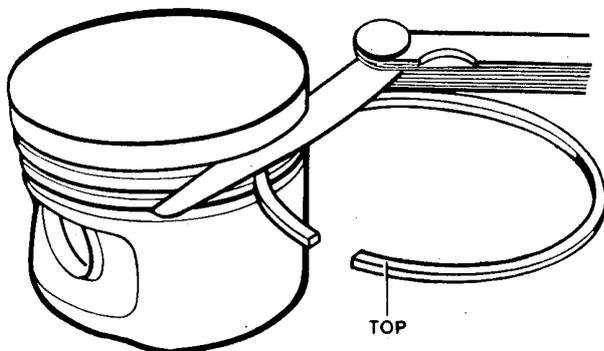
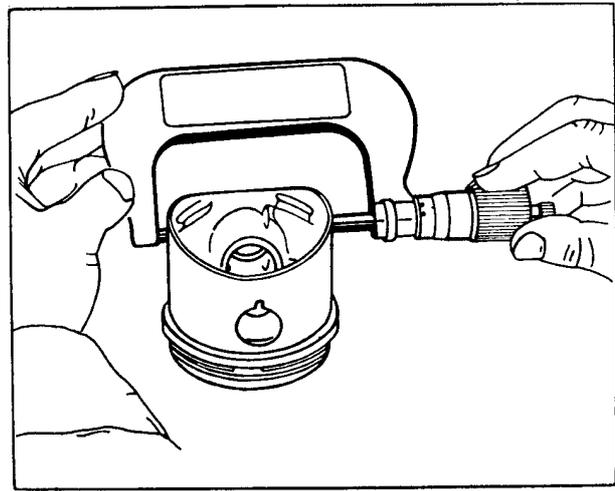

Bild M 17. Höhenspiel der Kolbenringe überprüfen
Bild M 18. Kolben überprüfen
- Höhengspiel überprüfen (siehe Bild M 17)
- (2) Kolbenbolzen
- (3) Sicherungsring
- (4) Kolben
- überprüfen (siehe Bild M 18)